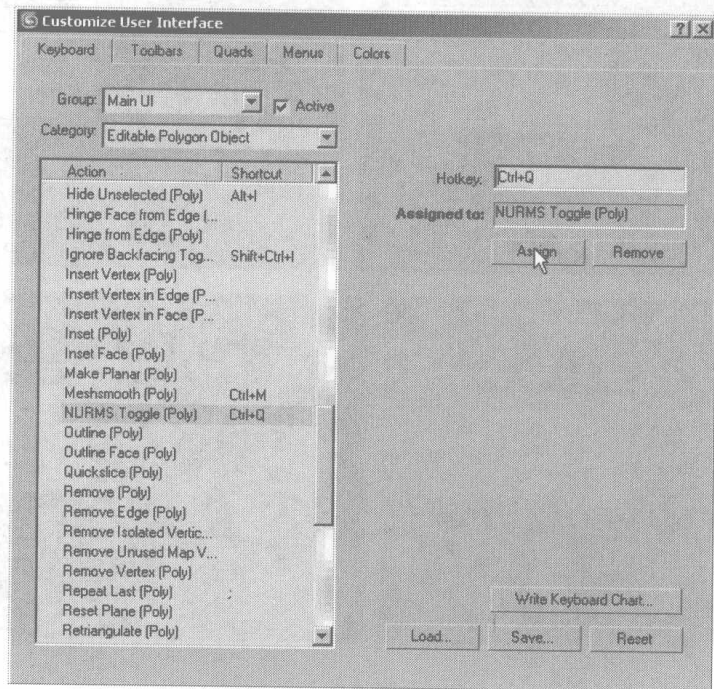

图 7.5
- 02 下面我们来设置平滑显示命令的快捷键。单击菜单栏中的 **Customize** 按钮，选择 **Customize User Interface...** 选项，弹出一个对话框，我们来设置参数。单击 **Category:** 选项右边的下三角按钮，在下拉菜单中选择 **Editable Polygon Object**，选择 **NURMS Toggle (Poly)** 选项，如图 7.5 所示，选中右上角的 **Hotkey:** 选项框，按快捷键 Ctrl+Q，单击 **Assign** 按钮，设置快捷键成功，关闭对话框。